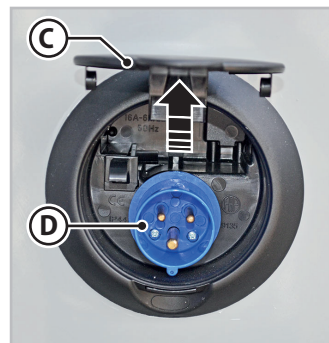

Fig. 6.33 - Stikkontakt for 220 V-strømforsyning
2. Løft lokket (**C** - Fig.6.33) på kontakten (**D** - Fig.6.33) plassert på siden av kjøretøyet.
3. Koble en ekstern kabel med egnet tverrsnitt og godkjent type til stikkontakten (**D** - Fig.6.33).